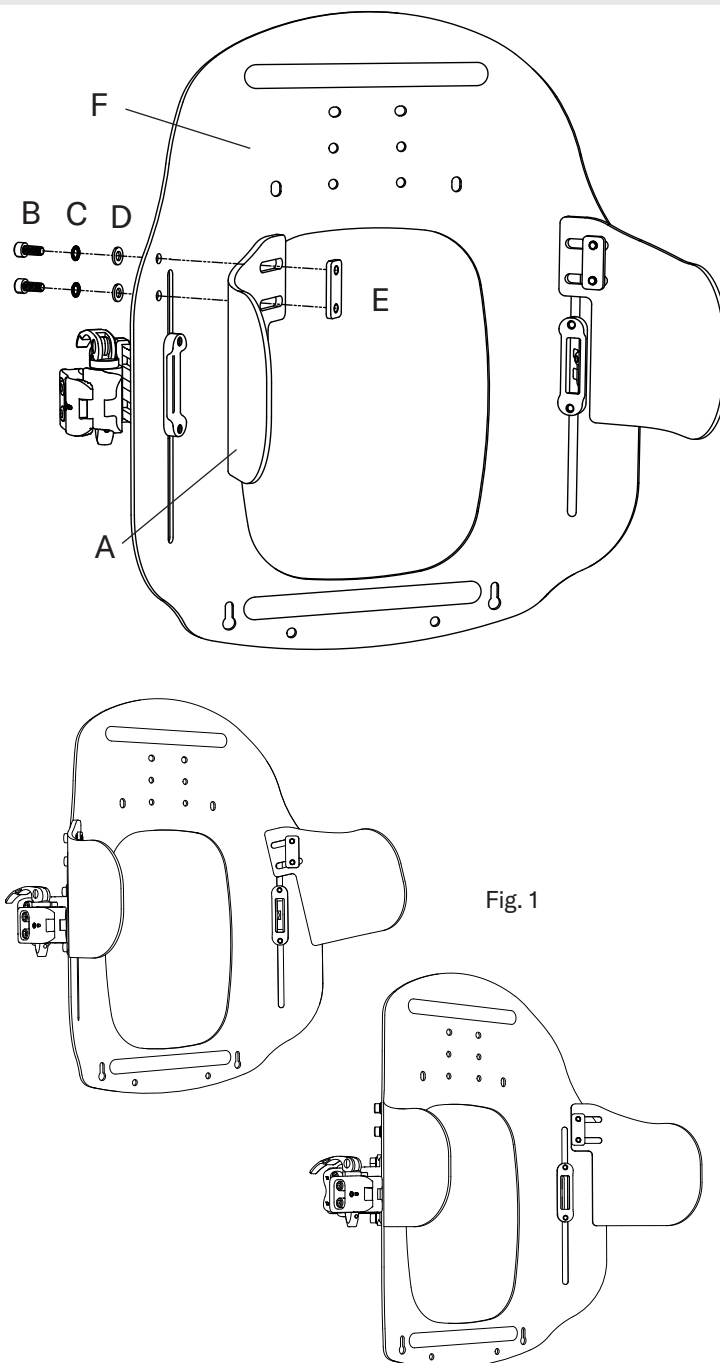

Fig. 1
4. Ajuste según sea necesario: Utilice la llave hexagonal de 5 mm para aflojar los tornillos y ajustar la rotación o el posicionamiento mediolateral. [Fig. 1] Vuelva a apretar los tornillos hasta que queden fijos.